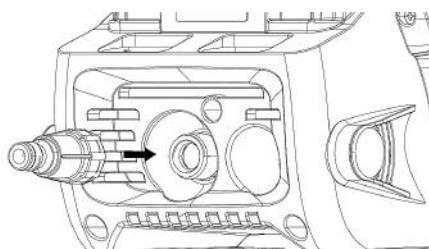

Рис. 6 Установка фильтра тонкой очистки (HP3141)
7. Установите фильтр тонкой очистки на входной штуцер (Рис. 6).